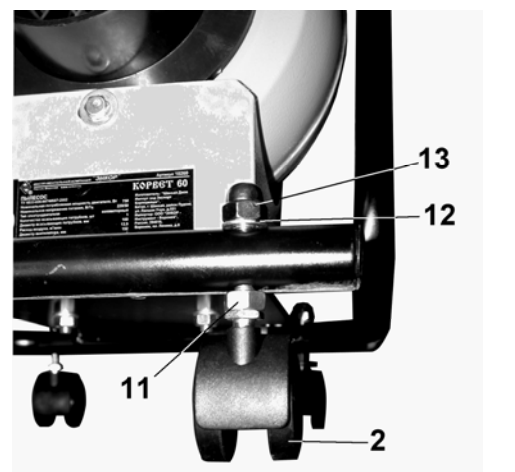

Рис.3.
8.1. Установка роликовых опор (Рис.3).